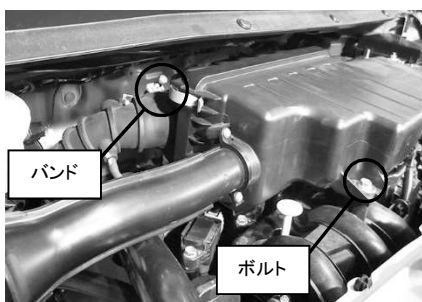

図 1
- 1) クリーナー-BOX 手前側のボルトとサクシオンホースのバンドを緩めます。図 1 参照